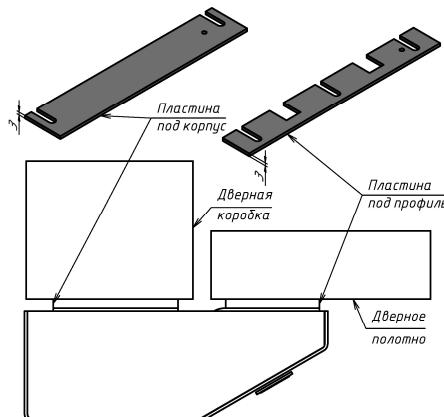

Рисунок 2 – Установка выравнивающих пластин под корпус и якорь
(рисунок 2) | -1 шт. |
5.4 Закрепить корпус замка на коробке двери саморезами (1). Закрепить Z-профиль на створке двери саморезами (1). Закрепить на Z-профиле якорь с пружиной винтом (2). Для совмещения рабочих поверхностей корпуса и якоря могут быть использованы выравнивающие пластины (рисунок 2). После регулировки правильного положения замка затянуть крепежные саморезы.